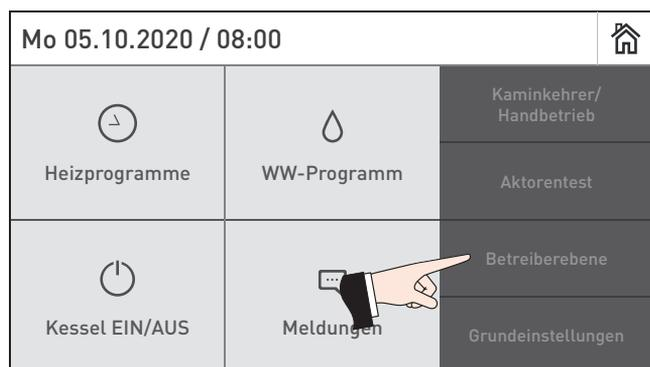
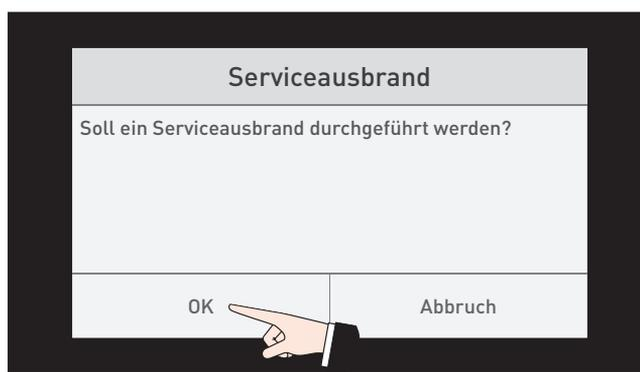

Fig. 60 Betrieberebene
Fig. 62 OK – Kessel ausschalten
- Für die Hauptreinigung den **Kessel immer vorher über „Betreiberebene“ → „Serviceausbrand“ → „OK“ ausschalten** (Fig. 60 bis Fig. 62 auf Seite 34) und warten, bis Ausbrandbetrieb fertig ist.
- ▶ Für die Hauptreinigung den **Kessel immer vorher über „Betrieberebene“ → „Serviceausbrand“ → „OK“ ausschalten** (Fig. 60 bis Fig. 62) und warten, bis Ausbrandbetrieb fertig ist.
- ▶ Kessel immer vorher über „Betrieberebene“ → „Serviceausbrand“ → „OK“ ausschalten (Fig. 60 bis Fig. 62) und warten, bis der Ausbrandbetrieb fertig ist (kann bis zu 1 Stunde dauern), dann Kessel mit Hauptschalter stromlos machen und gegen Wiedereinschalten sichern – Fig. 63.
- ▶ Für die Hauptreinigung den **Kessel immer vorher über „Betreiberebene“ → „Serviceausbrand“ → „OK“ ausschalten** (Fig. 60 bis Fig. 62 auf Seite 34) und warten, bis Ausbrandbetrieb fertig ist.
- ▶ Kessel immer vorher über „Betreiberebene“ → „Serviceausbrand“ → „OK“ ausschalten (Fig. 60 bis Fig. 62 auf Seite 34) und warten, bis der Ausbrandbetrieb fertig ist (kann bis zu 1 Stunde dauern), dann Kessel mit Hauptschalter stromlos machen und gegen Wiedereinschalten sichern – Fig. 63 auf Seite 35.
- ▶ Für die Hauptreinigung den **Kessel immer vorher über „Betrieberebene“ → „Serviceausbrand“ → „OK“ ausschalten** (Fig. 60 bis Fig. 62 auf Seite 34) und warten, bis Ausbrandbetrieb fertig ist.
- ▶ Kessel immer vorher über „Betrieberebene“ → „Serviceausbrand“ → „OK“ ausschalten (Fig. 60 bis Fig. 62 auf Seite 34) und warten, bis der Ausbrandbetrieb fertig ist (kann bis zu 1 Stunde dauern), dann Kessel mit Hauptschalter stromlos machen und gegen Wiedereinschalten sichern – Fig. 63 auf Seite 35.